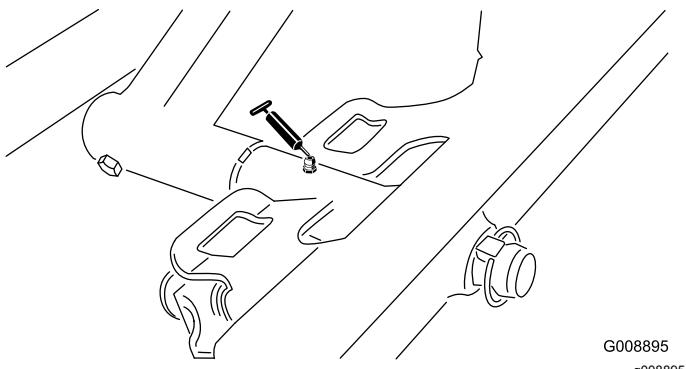

Figura 35
- Articulação da unidade de corte frontal (Figura 35)